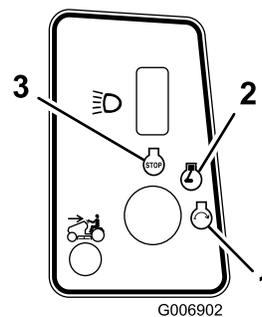

Figura 10
5. Girate la chiave di accensione in senso orario e tenetela in posizione Start (Figura 10). Rilasciatela quando il motore si accende.
2. Prima di scendere dalla postazione di guida ruotate la chiave di accensione su Off, attendete che si fermino tutte le parti in movimento e togliete la chiave di accensione. (Figura 10).